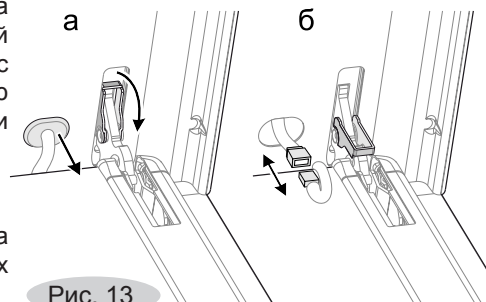

Рис. 13
- Опустите и поверните до упора рычаги, расположенные на двух шарнирах (рис.13 а).
- Снимите резиновое уплотнение шлейфа. Выньте из отверстия в передней стенке разъем шлейфа и разъедините его (рис.13 б).